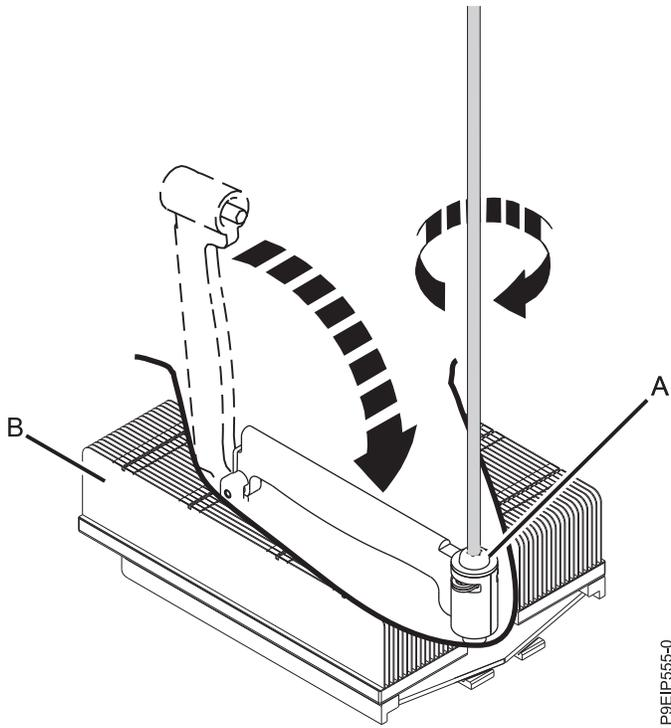

図 67. ロード・アームのねじを締める
10. ロード・アーム (A) をヒート・シンク (B) の上の所定の位置に移動し、#3 Phillips ドライバーでロード・アームのねじを締めます (68 ページの図 67 を参照)。